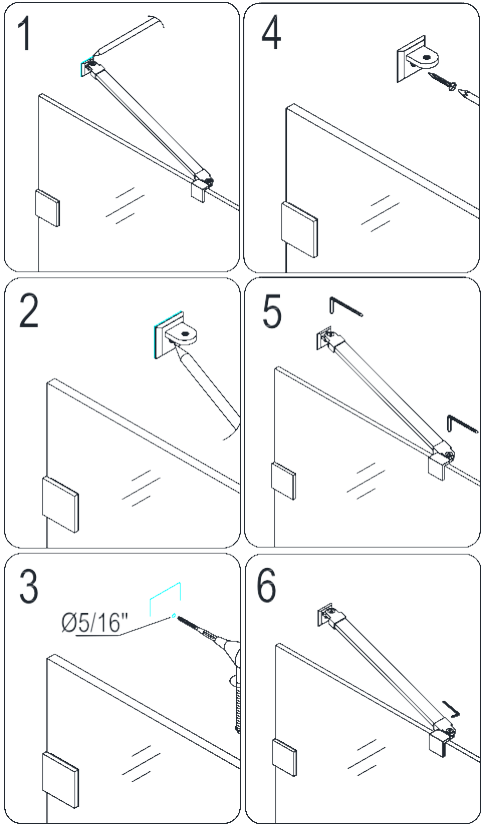

Рис. 4
6. Возьмите держатель стекла (04) из упаковки и ослабьте винты стекла, планирующего канала. Поместите опорный держатель каналом на стекле сверху и другой конец держателя плоской стороной к стене. Отрегулируйте держатель и выровняйте его по горизонтали. Держите его твердо и обрисуйте положение кронштейна на стене с карандашом. Снимите держатель и снимите кронштейн из него. Поместите кронштейн к стене в отмеченном месте и отметьте положение для отверстия. Просверлите отверстие, вставьте анкер и прикрепите кронштейн к стене с помощью винта ST 4.2 x 55 (09). Закрепите держатель с каналом, стоящим на стекле, а другой конец с кронштейном. Прикрепите его к кронштейну с помощью торцевого ключа (16). Выпрямите планку и закрепите оба установочных винтов на стекле крепежными винтами для фиксации стекла. Смотрите рис. 4. 5 инструкции.